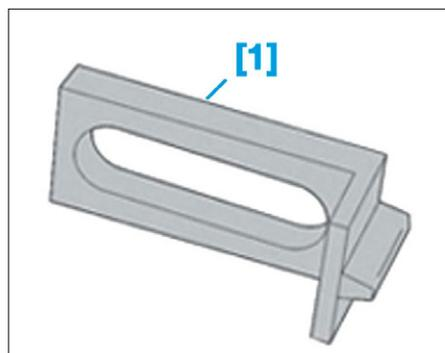

FIG. 1
- [1]. Bloque volant moteur (réf. 0188-F) (Fig.1).